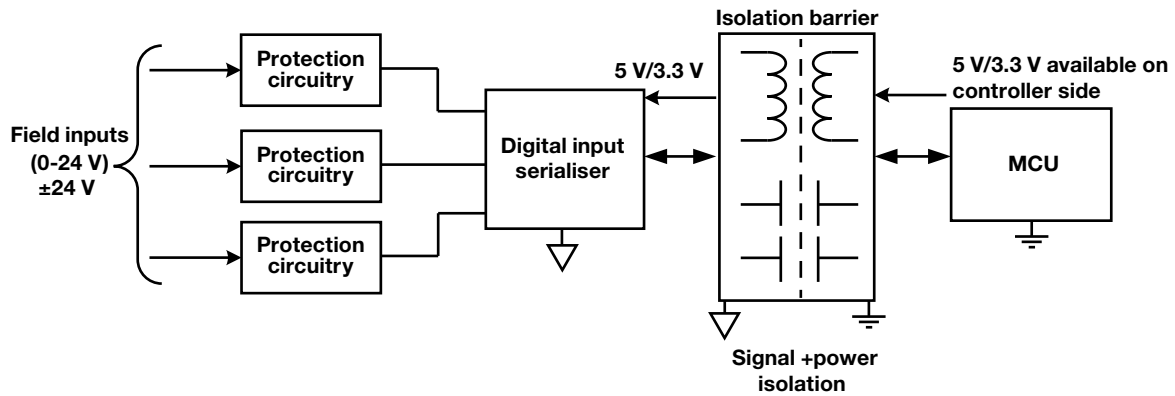

図5: 信号と電源の絶縁付きPLCデジタル入力モジュール
- PLC (プログラマブル・ロジック・コントローラ)** PLCは、ファクトリー・オートメーションと産業用プロセス制御で不可欠です。PLCは、デジタルとアナログの入出力モジュールを使用し、工場フロアにあるセンサ、アクチュエータ、および他の機器とインターフェイスします。図5に、PLCデジタル入力モジュールの実装例を示します。